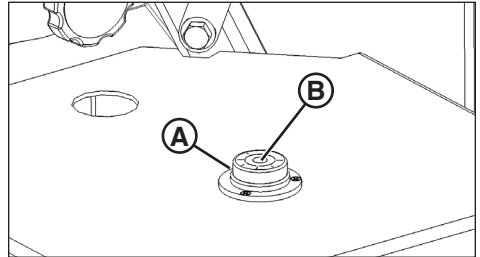

Figura 6
1. Ubique la torre de iluminación portátil en un lugar de trabajo adecuado. Consulte **Consideraciones de seguridad del lugar de trabajo**. Use el nivel como una guía para ubicar una superficie a nivel: Cuando la burbuja (B, figura 6) es en el centro superior del nivel (A), la unidad está nivelada.